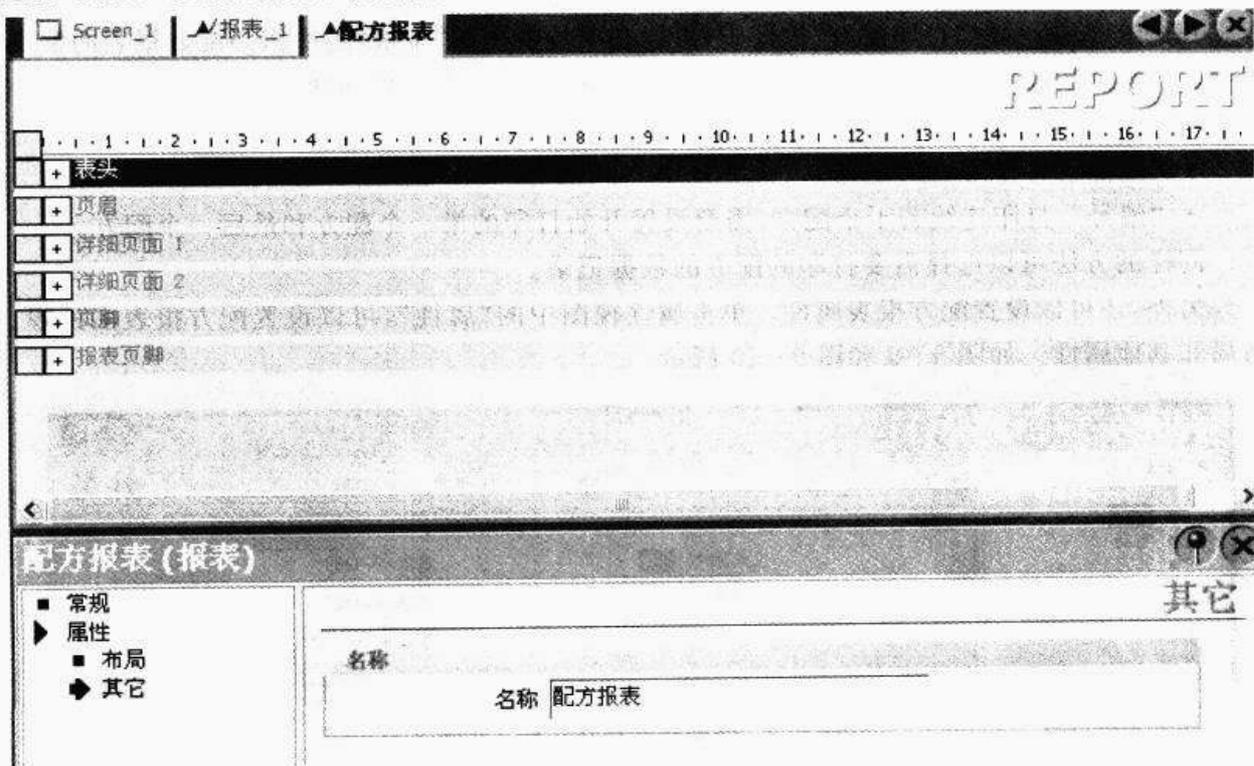

图 9-7 组态配方报表
① 按照前文所述,新建一个报表,在项目视图中单击其名称,或在属性视图的“属性”组中选择“其他”,更改该报表的名称为“配方报表”。如图 9-7 所示。